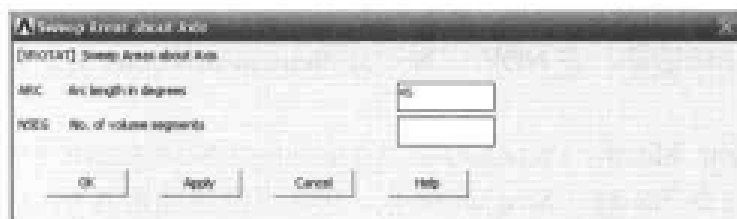

图 12-38 扫掠面生成体对话框
(16) 选择 Main Menu | Preprocessor | Meshing | Size Cntrls | ManualSize | Global | Size 命令, 出现 Global Element Sizes 对话框, 在 NDIV No. of element divisions 文本框中输入 3, 单击 OK 按钮关闭该对话框。
(17) 选择 Utility Menu | Plot | Areas 命令, 显示所有面。
(18) 选择 Main Menu | Preprocessor | Modeling | Operate | Extrude | Areas | About Axis 命令, 出现 Sweep Areas about 菜单, 单击 Pick All 按钮, 在文本框中输入 1, 8, 单击 OK 按钮, 出现 Sweep Areas about Axis 对话框, 参照图 12-38 对其进行设置, 单击 OK 按钮关闭该对话框。